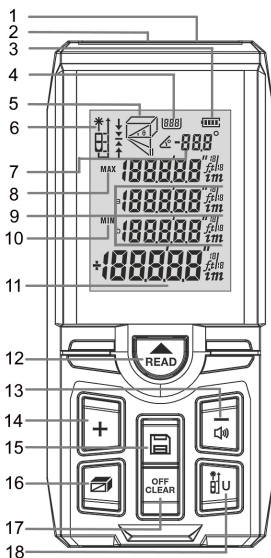

Рисунок 1
Натисніть кнопку , щоб активувати лазер. Направте лазерний промінь на поверхню, відстань до якої ви хочете дізнатися. Як тільки лазер проекується на цю поверхню, повторно натисніть кнопку  для одноразового виміру відстані. Отриманий результат відображається в полі дисплея поточного заміру (11, рисунок 1).
У режимі вимірювання натисніть та утримуйте кнопку , щоб перейти до режиму безперервного вимірювання відстані. Максимальний результат вимірювання відображається в полі дисплея для відображення замірів (9, рисунок 1) з позначкою «MAX» («максимальне значення» (8, рисунок 1)), мінімальний – в полі дисплея з позначкою «MIN» («мінімальне значення» (10, рисунок 1)), поточний результат – в полі дисплея поточного заміру (11, рисунок 1).
Пристрій розраховує та відображає результат в полі дисплея відображення результату (11, рисунок 1).
Останній результат вимірювання довжини/ширини відображається в полі дисплея для відображення замірів (9, рисунок 1). Щоб видалити результати та за потреби виконати повторні вимірювання, натисніть кнопку . Щоб вийти з цього режиму, повторно натисніть кнопку .
Пристрій розраховує та відображає результат в полі дисплея відображення результату (11, рисунок 1). Останній результат вимірювання довжини/ширини відображається в полі дисплея для відображення замірів (9, рисунок 1).
Ви можете додавати або віднімати вимірювання, натискаючи кнопку  або . Натисніть кнопку , в полі дисплея (11, рисунок 1) з'явиться значок «+», що свідчить про перехід у режим складання. Результат складання та останній вимір відображаються на дисплеї. Те саме аналогічно і для режиму віднімання, тільки необхідно натиснути кнопку . Функції складання та віднімання можна використовувати не тільки для вимірювання довжини, але і для розрахунку площі або об'єму.
Приклад складання площ: Відміряйте дистанції та знайдіть значення першої площі (див. пункт 4.3). Результат буде відображено у полі дисплея (11, рисунок 1). Натисніть кнопку , у полі дисплея (11) з'явиться символ "+".